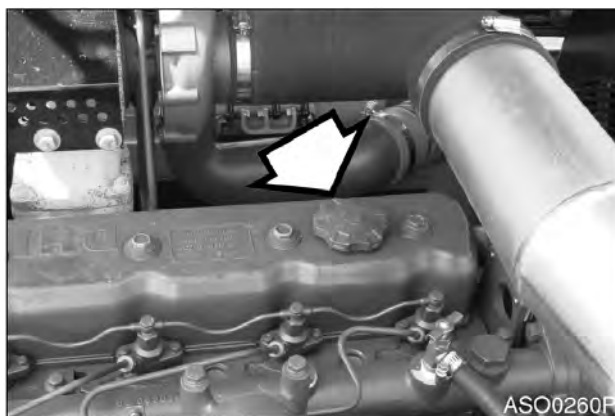

Рис. 49
4. Через заливное отверстие залить в двигатель соответствующее масло (рис. 49). См. таблицу смазочных масел в настоящем руководстве для уточнения рекомендуемого масла с учетом эксплуатационных условий.